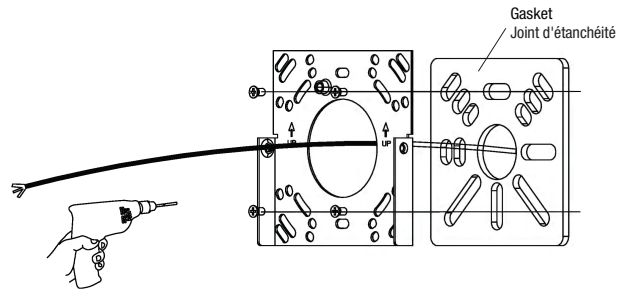

Fig. 2
2. Stick the gasket and fix junction box adaptor plate with two standard Imperial screws 8#-32 x 1" on the wall over the recessed junction box (Fig. 2). (Warning: The mark "UP" direction must be installed upside).
2. Collez le joint d'étanchéité et fixez la plaque d'adaptation pour la boîte de jonction avec deux vis impériales standard 8#-32 x 1" sur le mur au-dessus de la boîte de jonction encastrée (Fig. 2). (Attention: le marquage "UP" doit être installée vers le haut).